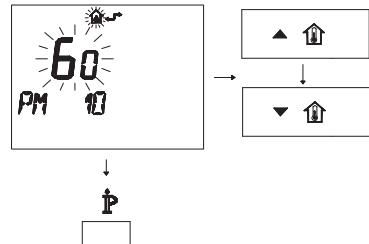

Figura 5.58
- Per modificare il SET programmato agire sui pulsanti **▲** **↑** o **▼** **↑** e aspettare che il numero programmato cominci a lampeggiare (Figura 5.58).